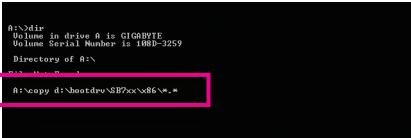

图1
- 若欲复制AMD SB710 SATA控制器的驱动程序，请输入(图1)：(注一)